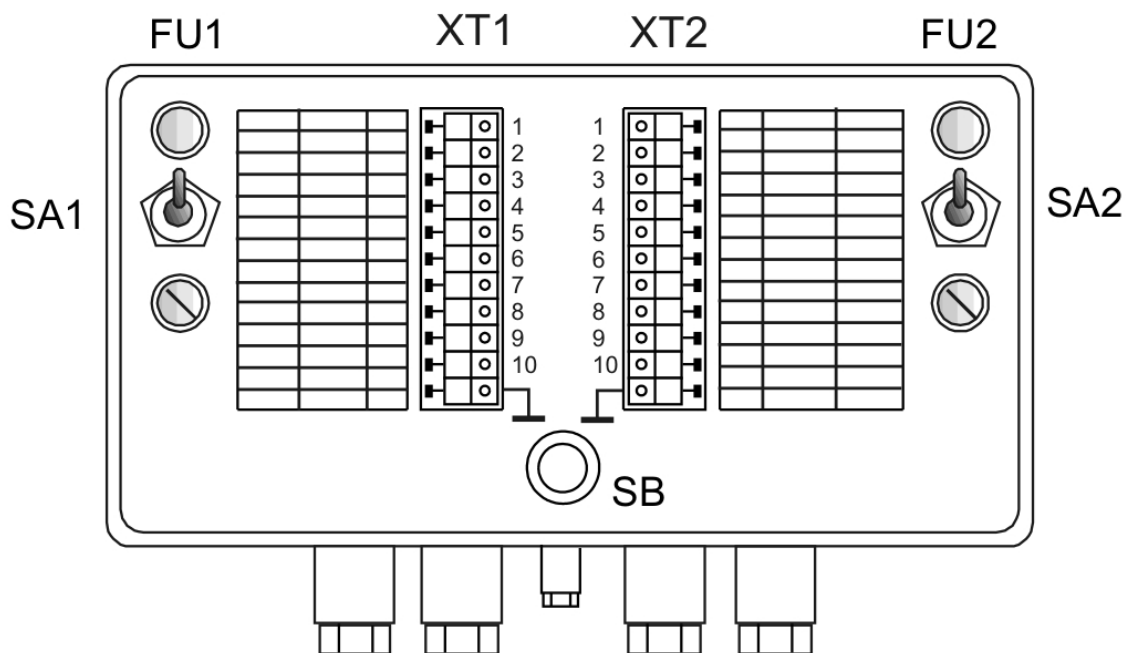

Рис. 1
3.2 Конструкция **КСУ** включает съемное шасси, которое крепится к корпусу двумя невыпадающими винтами (Рис.1). На шасси установлены тумблеры SA1 и SA2, предохранители FU1 и FU2 и кнопка SB вскрытия блока. В шасси имеются окна для доступа к зажимам. На обратной стороне шасси установлена печатная плата с зажимами для кроссовых соединений, а также элементы грозозащиты.